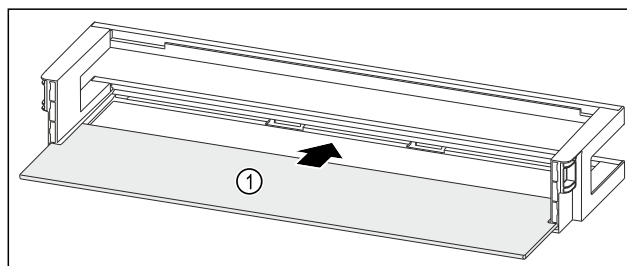

Fig. 97 Dveřní přihrádka s odkládací plochou
- Odkládací plochu Fig. 97 (1) zasuňte do bočních vybrání.